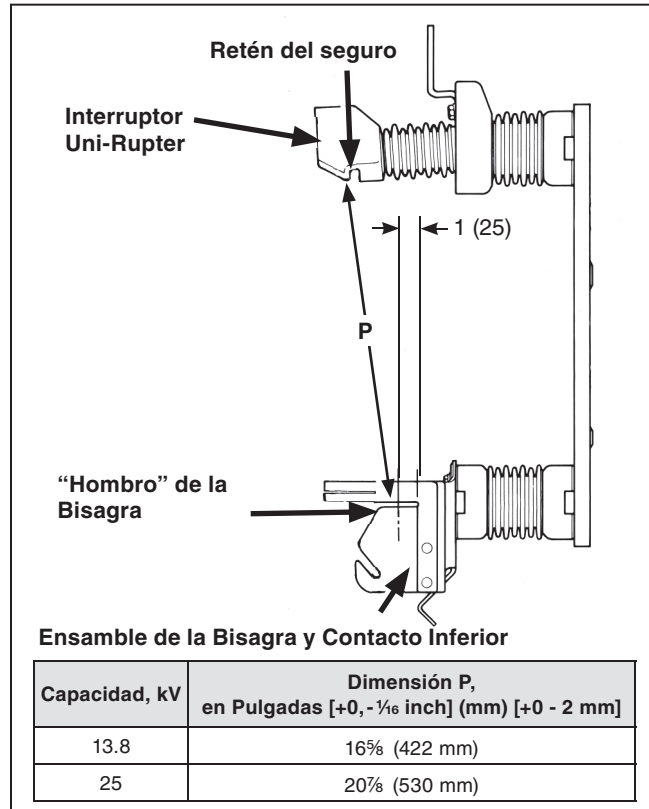

Figura 1. Separación correcta entre el retén del seguro y el “hombro” de la bisagra.
**PASO 1.** Mida con precisión la distancia entre el borde inferior del retén del seguro del Interruptor Uni-Rupter y el “hombro” del ensamble de la bisagra y contacto inferior. Ver Figura 1. Verifique para estar seguro que la Dimensión P esté dentro de los límites de tolerancia especificados en ambos lados del Interruptor Uni-Rupter. En caso de que sea necesario realizar ajustes, afloje un poco los tornillos de montaje que sujetan el aislador del extremo de la bisagra de la base. Después, mueva el aislador hacia el Interruptor Uni-Rupter o aléjelo del mismo según sea necesario para que la Dimensión P esté dentro de los límites especificados. Asegúrese de que la dimensión se conserve correctamente en ambos lados del montaje. Apriete ambos tornillos de montaje.